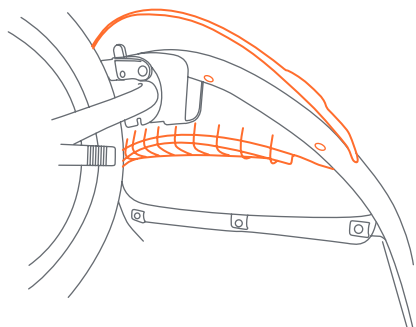

Fig. 24a
24) • Alinee el guardabarros delantero y presiónelo en el armazón delantero (Fig. 24a).